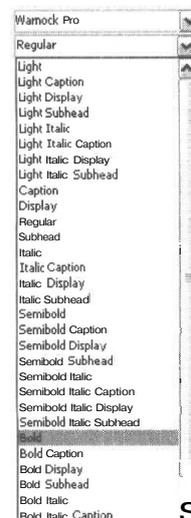

Рис. 5.51. Список семейства шрифтов
- ◆ начертание (причем число возможных начертаний не ограничивается четырьмя, а зависит от числа файлов шрифтового семейства - рис. 5.51);